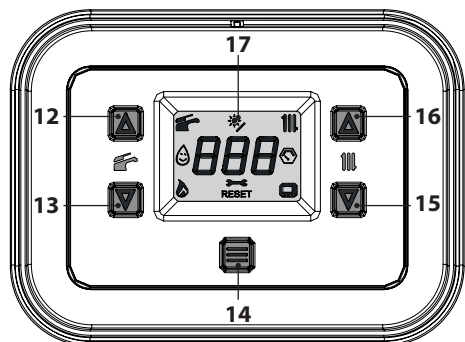
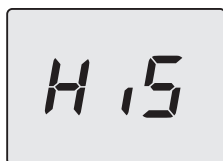
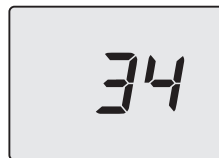

Figura 7.8
Figura 7.9
Figura 7.11
- Entrare in "modalità programmazione" premendo contemporaneamente per 5 secondi i tasti 13 e 15 (Figura 7.8) fino a far apparire sul display LCD le lettere **HiS** che indicano il menu "Storico delle caldaie" (Figura 7.9).
- Premere il tasto 14 (Figura 7.8) fino a far apparire sul display LCD le lettere **StF** (Start Full) che si alterna con **34** (valore della calibrazione) (Figura 7.11).
- tenere premuti contemporaneamente i tasti 13 e 15 per 5 sec. (Figura 7.8) (ritorno al livello precedente).